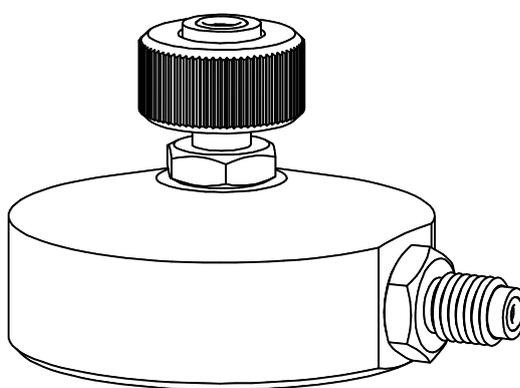

Рисунок 2.9
- Блок (рисунок 2.9)– предназначен для подключения (установки) поверяемого датчика давления к ПКД-160-Н.